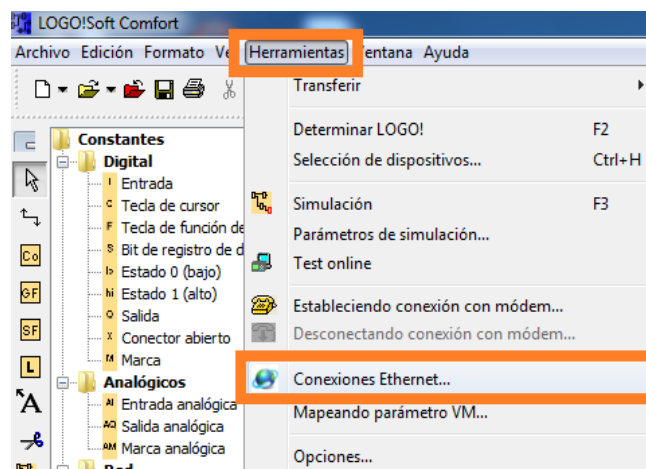

Figura 52: Seleccionamos la opción Conexiones Ethernet.
3. A continuación ubicarse en la opción herramientas y seleccionar la opción conexiones Ethernet Figura 52.